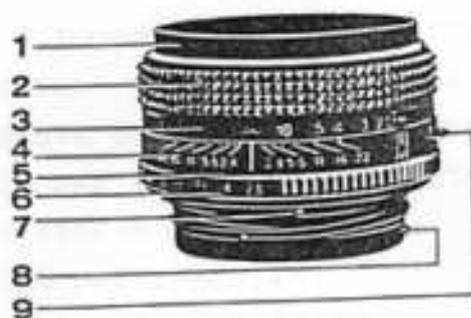

Fig. 1
V. fig. 1 (obiettivo standard)